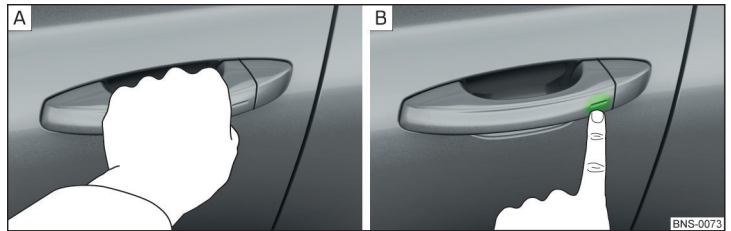

Abb. 44 Fahrzeug entriegeln / Fahrzeug verriegeln
- Den Türgriff greifen, um das Fahrzeug zu **entriegeln** » Abb. 44 - **A**.
- Den Sensor am Türgriff mit dem Finger berühren, um das Fahrzeug zu **verriegeln** » Abb. 44 - **B**.
- Innerhalb von 5 s den Sensor am Türgriff mit dem Finger berühren » Abb. 44 auf Seite 58 - . Die Deaktivierung wird durch einmaliges Aufblinker der Blinkleuchten bestätigt.